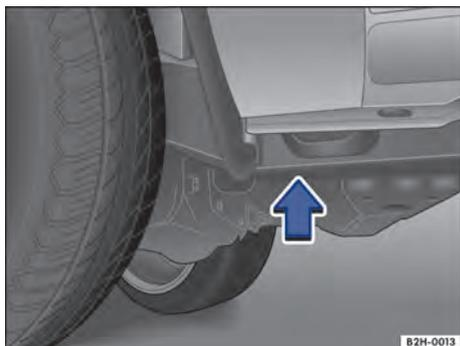
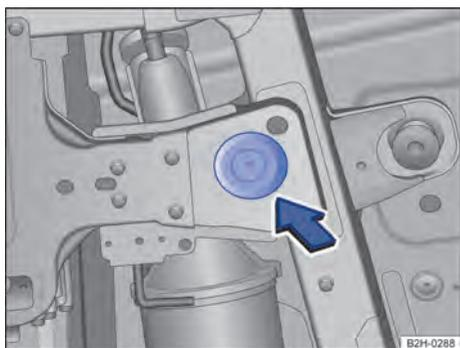
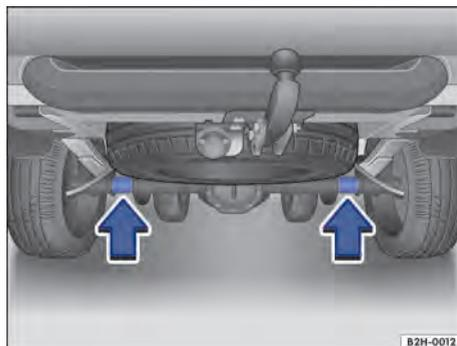

Fig. 206 Pelo lado: ponto de apoio dianteiro do macaco.
Fig. 207 Por baixo: ponto de apoio dianteiro do macaco.
Fig. 208 Pontos de apoio traseiros do macaco.
O macaco deve ser posicionado somente nos pontos de apoio mostrados → Fig. 206 (visto pela lateral) ou → Fig. 207 (visto por baixo). <
O macaco deve ser colocado somente nos pontos de apoio mostrados → Fig. 208 (setas).
3. Localizar o ponto de apoio de elevação do veículo mais próximo na frente → Fig. 206 ou na traseira → Fig. 208 da roda a ser trocada.